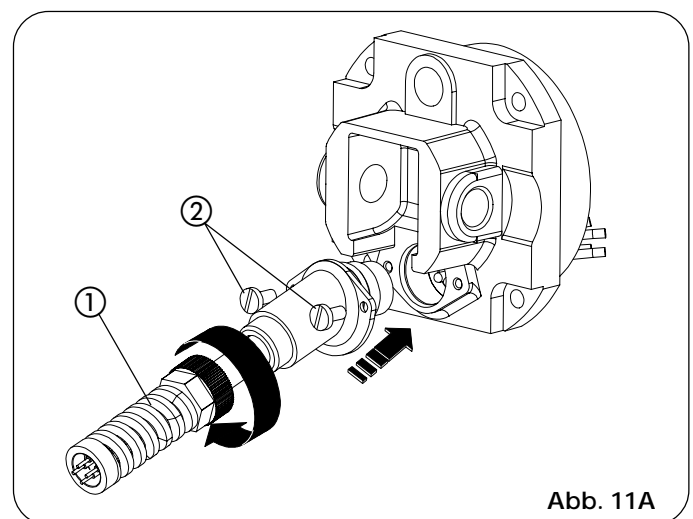

Abb. 11A
- A) Die beiden schwingungsdämpfenden Distanzstücke ② auf den vorderen Flansch einsetzen.
- B) Das Schutzgehäuse einführen und hierzu kräftig in die hintere Abdeckung ① eindrücken.
- C) Das Schutzgehäuse mit der selbstschneidenden Schraube ③ befestigen.
- D) Die vordere Abdeckung ⑤ auf das Schutzgehäuse aufsetzen und es mit dem FIX Verschluss ④ befestigen.
- 12) Den Biegeschutz für Stromkabel montieren (Bez. ①, Abb. 11A).
- Das Versorgungskabel des Antriebs anschließen (Abb. 11A).
- Die Schrauben anschrauben (Bez. ②, Abb. 11A).